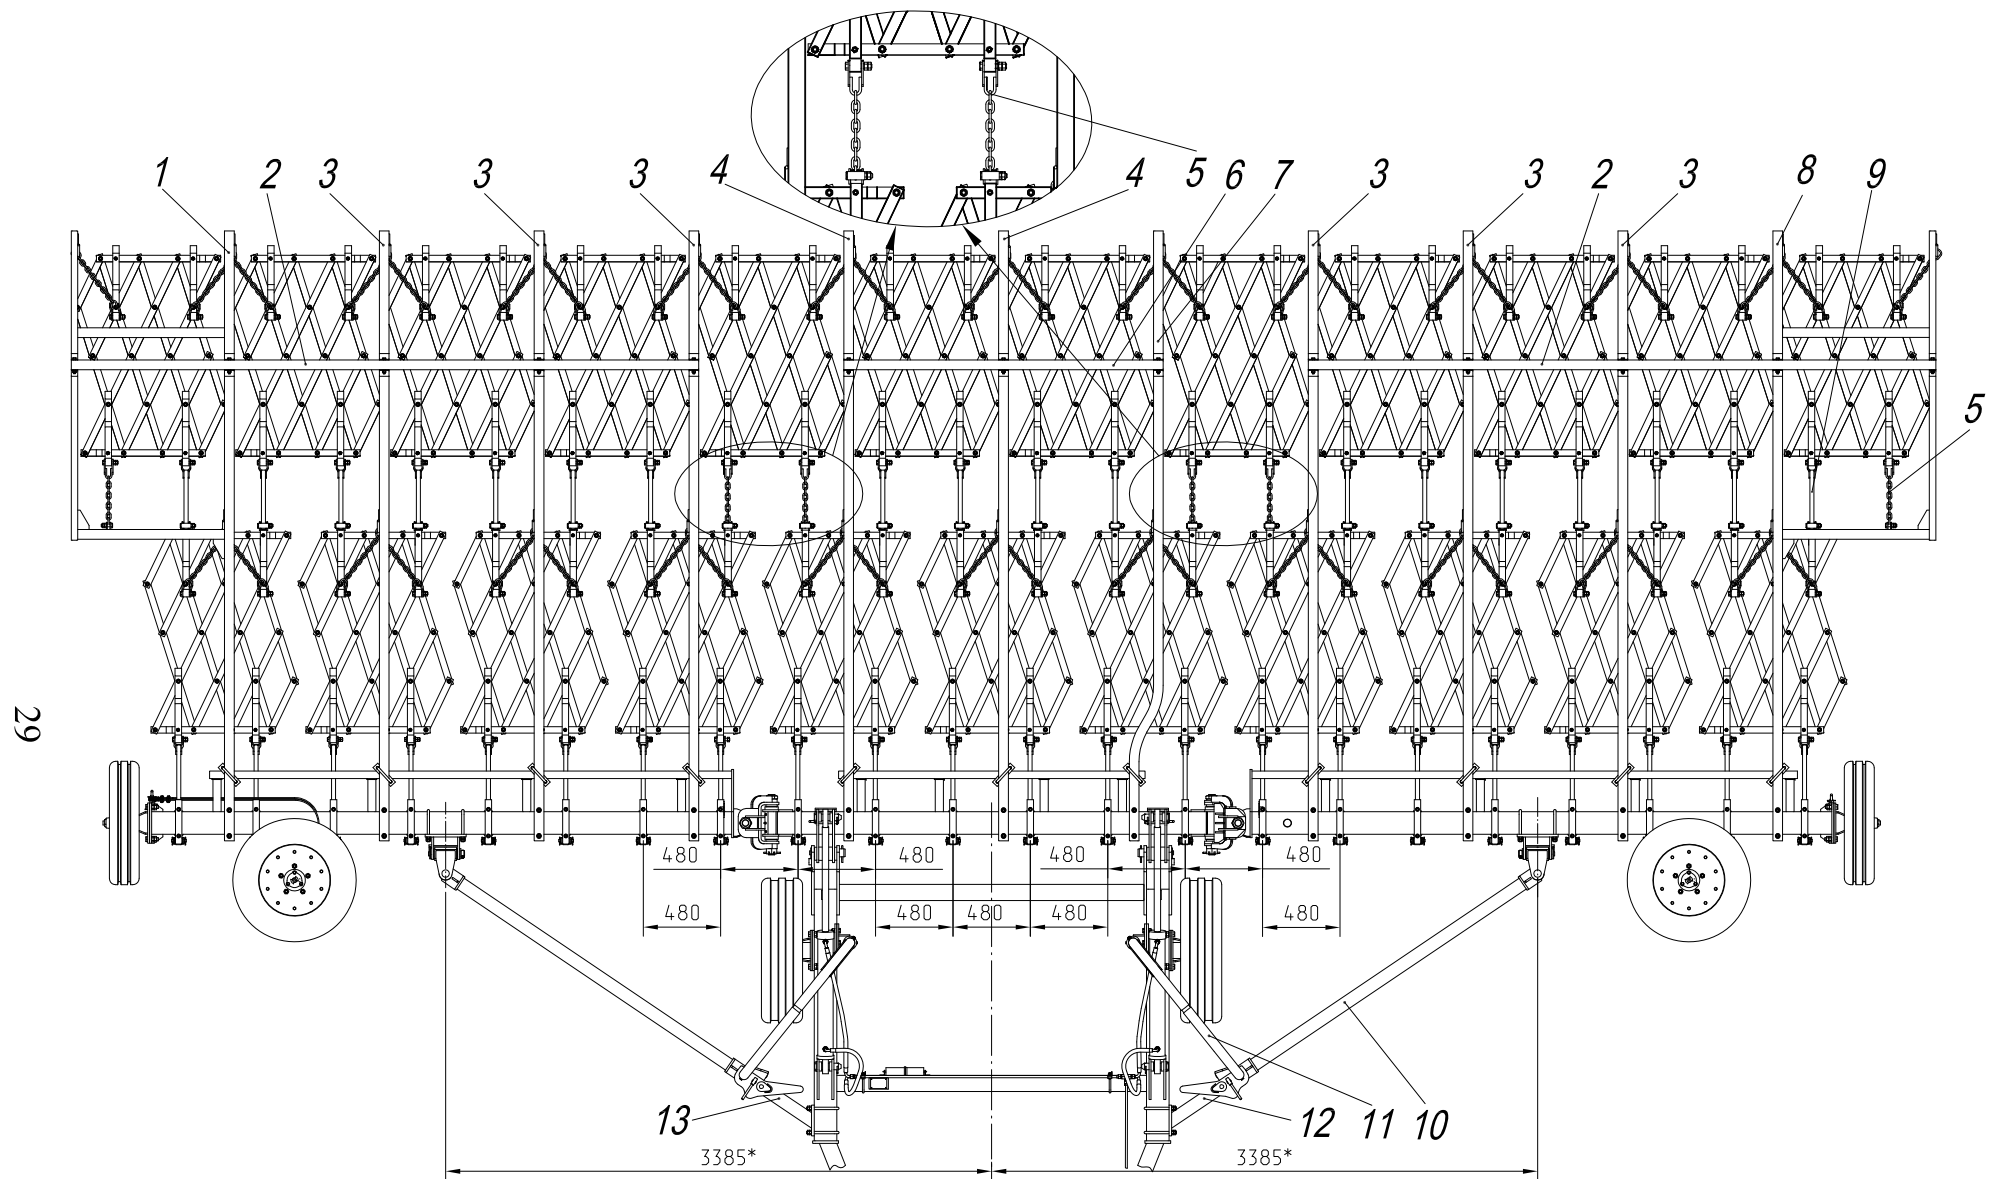

Рис.19 Установка механизма растяжек, штанг и поводков
- 6.15. Проверить расположение всех балок строго в одну линию и приступить к сборке механизма растяжек (см. рис.19):
- установить на центральной балке, а затем и боковых, кронштейны 17 (схема на рис.19);
- подсоединить к кронштейну 22 поводок 23 или цепной поводок 5 (рис.19), а к поводкам - второй ряд зубовых борон;
- установить на центральную балку штанги 4 и 5 (рис.19) соединить их поперечиной 6;
- установить на боковые балки - штанги 1, 3 и 3, 8 (рис.19) соответственно и соединить их поперечинами 2 (рис.19);
7.3.1. Растяжки 10 (рис.19) должны быть отрегулированы при досборке (п.6.14) таким образом, чтобы: